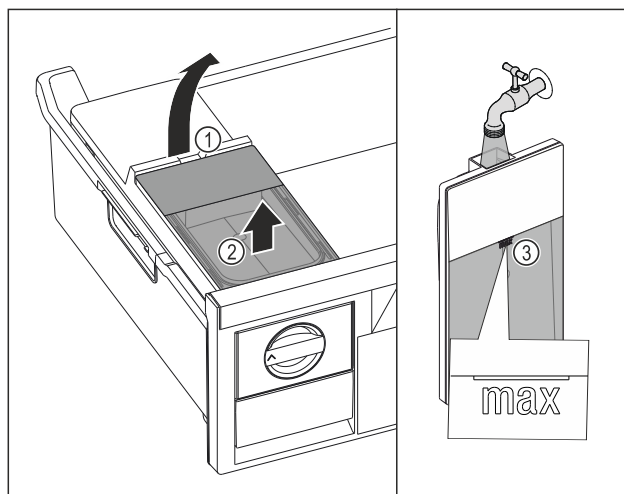

Fig. 150
- Ngrini lart depozitën e ujit duke e kapur nga foleja Fig. 150 (1).
- Hiqni depozitën e ujit për nga lart. Fig. 150 (2)
- Mbusheni depozitën e ujit me ujë të pijshëm deri te shenja Fig. 150 (3).